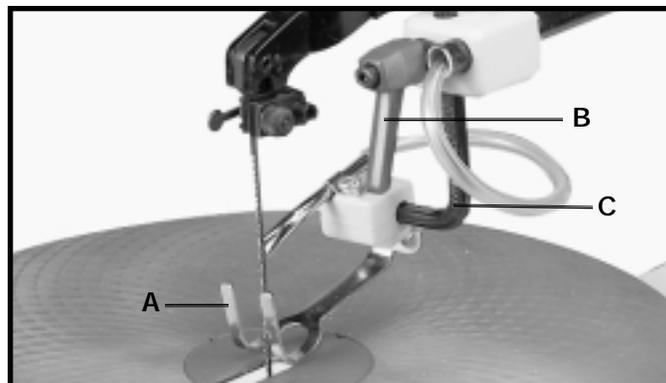

Fig. 34
Le dispositif de retenue (A) fig. 34, doit être réglé afin qu'il touche la surface supérieure de la pièce à couper et cela en desserrant la manette de verrouillage (B) et en relevant ou en abaissant la tige (C). Ensuite, serrez la manette de verrouillage (B).